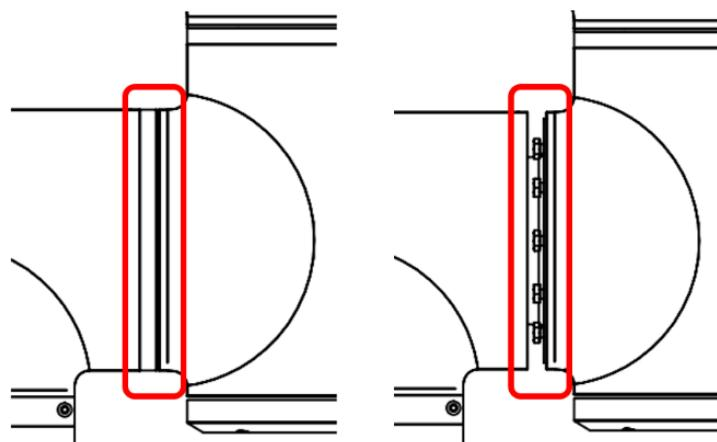

图 3-20 拆卸 J4 轴和 J5 轴外壳螺钉
**步骤3** 首先，使用小平头螺丝刀或类似工具，轻轻取下 J4 轴和 J5 轴连接处的黑色的柔性扁型环，并将其从关节外壳上原来的位置向后拉动。接着，将黑色环向后滑动。如图 3-20 所示。10 个螺钉可见，关节两侧各 5 个，使用专用开口扳手松开螺钉，每个至少两圈半以上。然后将两个零件拉开，逆时针轻轻扭转 10°，直到达到机械制动（孔为钥匙孔型）。之后，J4 轴和 J5 轴可以完全分离。